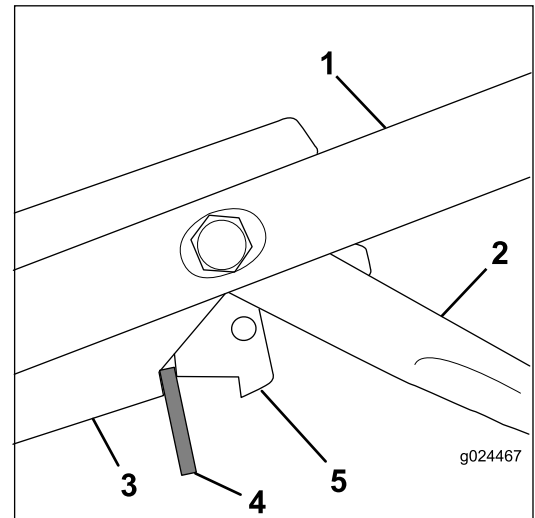

Figura 33
3. Inserte un espaciador de 8 mm entre la palanca de control del freno de la cuchilla y el soporte de los controles del manillar (Figura 33).